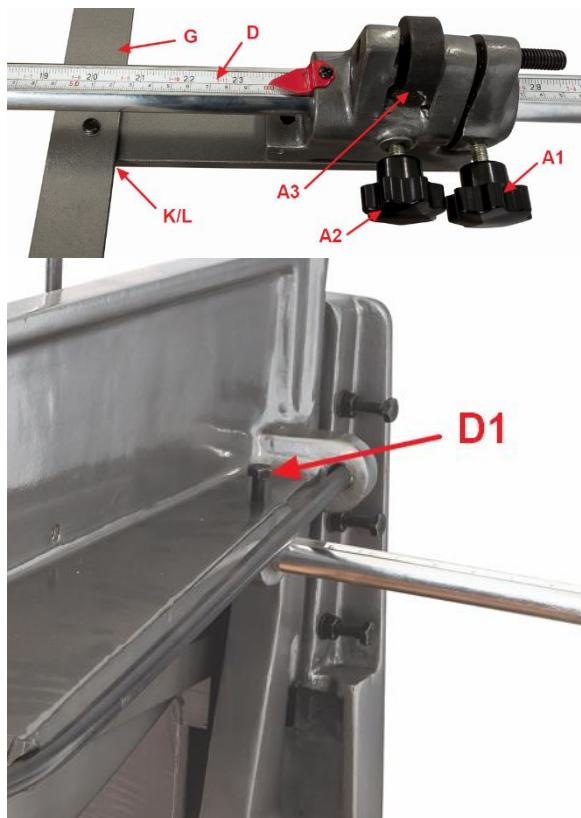

Рис.4
Установите планку (D, Рис.4) сквозь регулирующий блок (A) и в раму.
- Для регулировки задних упоров, ослабьте все рукоятки (A_1, A_2 , Рис.4) и передвиньте регулирующие блоки ближе к требуемому положению.